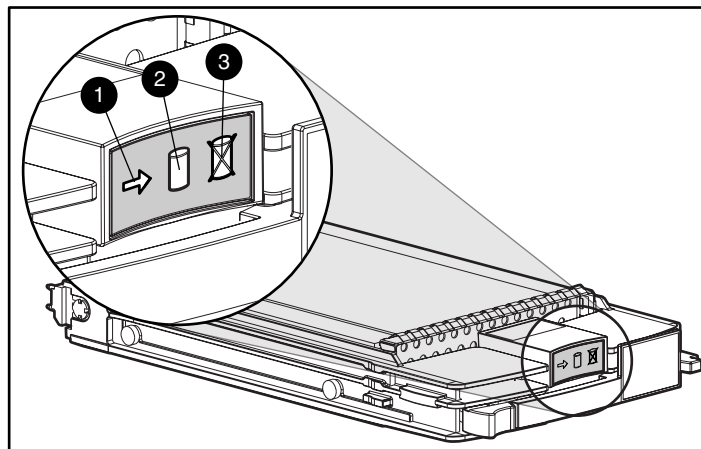

Figure 3 Voyants d'état du disque
- Vérifiez les voyants d'état des disques. Voir Figure 3. Si une défaillance de disque dur est survenue, le voyant d'incident doit être allumé.
- Vérifiez les voyants d'état du disque. Voir Figure 3.
- Le voyant d'activité (1) doit être allumé (ou clignotant).
- Le voyant Online (En ligne) (2) doit être allumé (ou clignotant).
- Le voyant d'incident (3) doit être éteint.